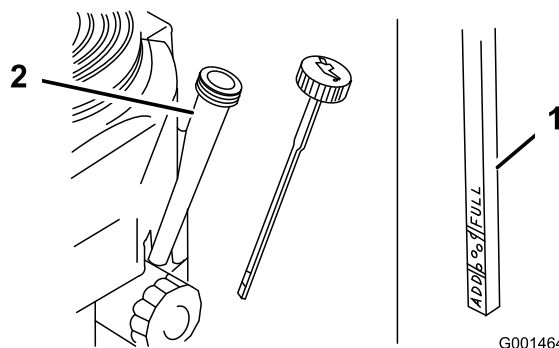

Figure 23
5. Retirez la jauge d'huile et essuyez soigneusement son extrémité (Figure 23).
6. Remettez la jauge au fond du tube de remplissage, mais sans la visser (Figure 23).
4. Nettoyez la surface autour de la jauge d'huile (Figure 23) pour éviter que des impuretés ne s'introduisent dans le goulot de remplissage, ce qui risquerait d'endommager le moteur.
8. Versez avec précaution environ 80 % de la quantité d'huile spécifiée dans le goulot de remplissage (Figure 23).